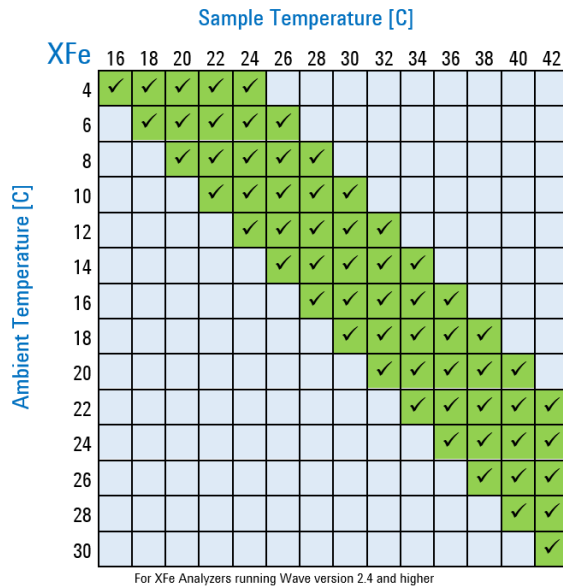

Figura 10. Diagrama de temperaturas.
Los analizadores Agilent Seahorse XFe han sido validados para proporcionar temperaturas esperadas en el intervalo de 16 a 42 °C, siempre que la temperatura ambiente sea entre 12 y 20 °C inferior a la temperatura esperada, y en el intervalo validado de temperatura ambiente operativa de 4 a 30 °C. Para comprender la relación entre la temperatura deseada de la muestra y la temperatura ambiente requerida, consulte el diagrama de temperaturas en la **Figura 10**.
- 2 Asegúrese de que las condiciones ambientales sean compatibles con la temperatura esperada (que debe ser de 12 a 20 °C superior a la temperatura ambiente). (Consulte el diagrama de temperaturas que se muestra en la **Figura 10** en la página 30).